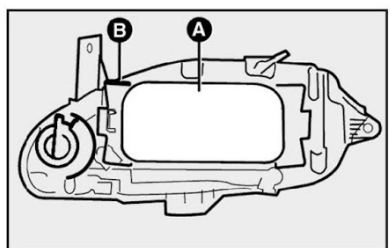
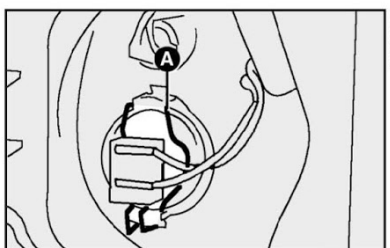

fig. 25
fig. 27
1) remover a tampa plástica A para ter acesso às lâmpadas deslocando a trava B-fig. 25;
3) retirar o porta-lâmpada pressionando as presilhas A-fig. 27 abrindo-as lateralmente;
6) reenganchar a presilha de fixação A-fig. 27 e reconectar a lâmpada, colocando por último a tampa plástica A-fig. 25.